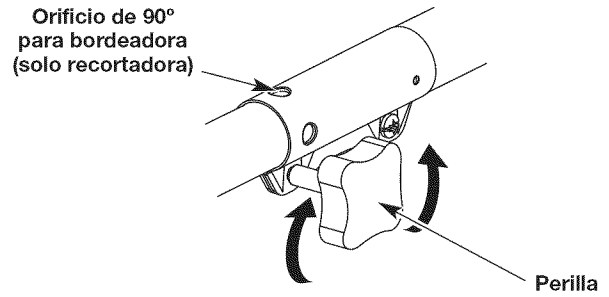
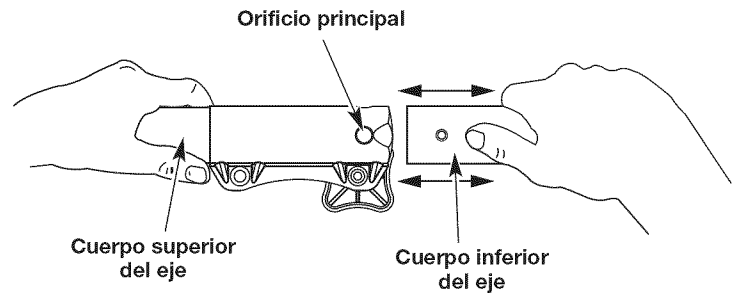

Fig. 3
Fig. 5
1. Para aflojar, gire la perilla en sentido contrario a las agujas del reloj (Fig. 3).
2. Sosteniendo firmemente el accesorio de corte u otro accesorio, empujelo directamente dentro del acoplador Convertible™ hasta que el botón de desconexión encaje sólidamente en el orificio principal (Fig. 5).
3. Para apretar, gire la perilla en el sentido de las agujas del reloj (Fig. 3).
PRECAUCIÓN: Antes de operar esta unidad, cerciórese de que el botón de liberación esté completamente encajado en el orificio principal (Fig. 5) y de que la perilla (Fig. 3) esté bien apretada.
Para hacer cortes (orillados) decorativos con el accesorio de corte del cabezal de línea, trabe el botón de desconexión del accesorio en el interior del orificio de 90° (Fig. 3).
3. Sujetando el cuerpo del eje superior, tire directamente del accesorio de corte o de cualquier otro accesorio para sacarlo del acoplador Convertible™ (Fig. 5).